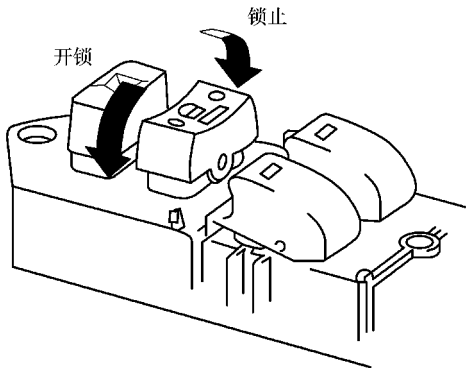

图 10-6 门锁锁止开关
(1) 检查遥控器 检查遥控器电池容量以及遥控器的运行情况是否正常等。
(2) 检查门锁锁止开关 如图 10-6 所示，使用万用表测量门锁锁止开关锁止、开锁的电阻，应符合表 10-6 所示，否则说明门锁控制开关故障。